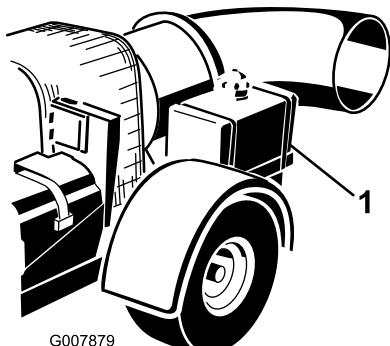

Figure 15
2. Nettoyez la surface autour du bouchon du réservoir de carburant et enlevez le bouchon (Figure 15).